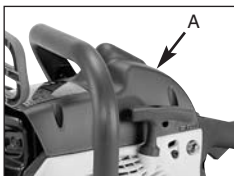

Abb. 18A
- Entfernen Sie die obere Abdeckung (A), indem Sie Befestigungsschrauben der Abdeckung entfernen. Die Abdeckung lässt sich dann abnehmen (Abb. 18a).